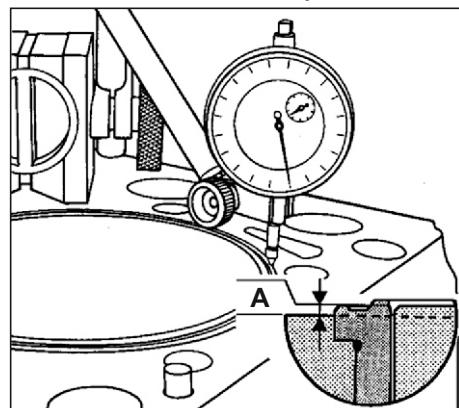

Рис. 45. Контроль установки гильзы.
4. Проверить выступ бурта гильз (см. Рис. 45) над плоскостью блока.